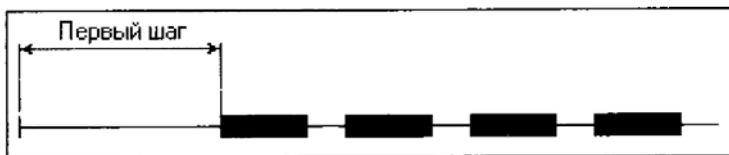

Рис. 16.18. Расстояние от начала ЛТО до первого элемента линии
- **Первый шаг** – задается значение расстояния от начала ЛТО до первого элемента линии (рис. 16.18).